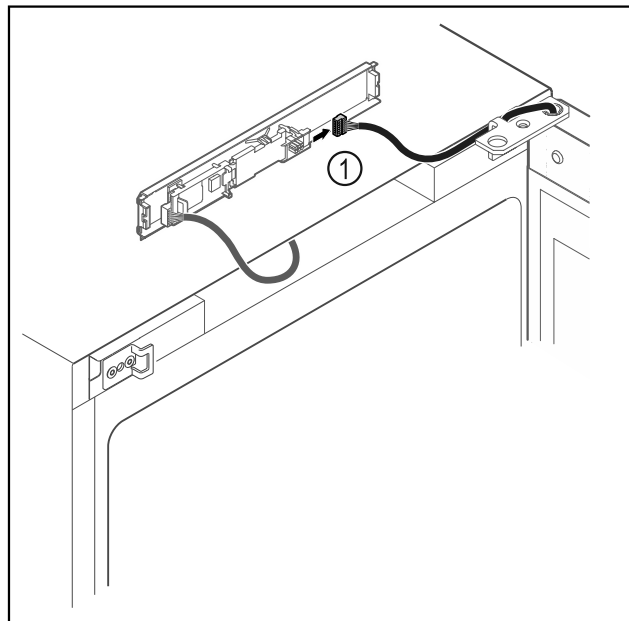

Fig. 12
- ▶ Lossa kontakten Fig. 12 (1) från kretskortet.